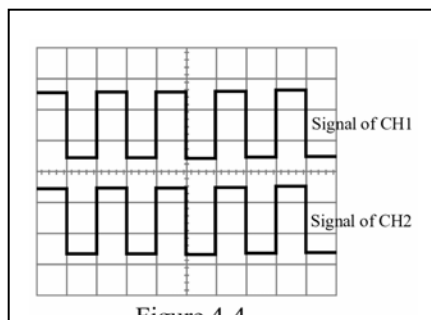

Figura 4-4
Ahora, aplique la señal de calibración a la terminal de entrada vertical de CH2 con la sonda como es el caso para CH1. Coloque el interruptor AC-GND-DC para la condición de AC. Ajuste las perillas verticales de Posición (11) y (19) a fin de que ambas señales de los canales sean desplegadas como se muestra en Figura 4-4